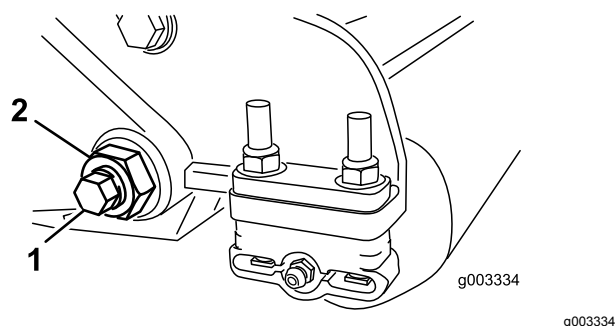
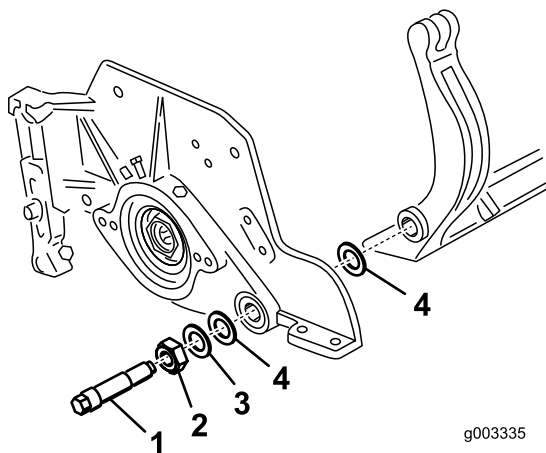

Figura 38
Figura 39
3. Su ciascun lato della macchina, allentate il dado di bloccaggio che fissa il bullone della barra di appoggio (Figura 38).
4. Togliete ciascun bullone della barra di appoggio consentendo alla barra di appoggio di essere tirata verso il basso e rimossa dal bullone della macchina (Figura 38). Considerate 2 rondelle in nylon e 1 rondella in acciaio stampato su ciascun lato della barra di appoggio (Figura 39).